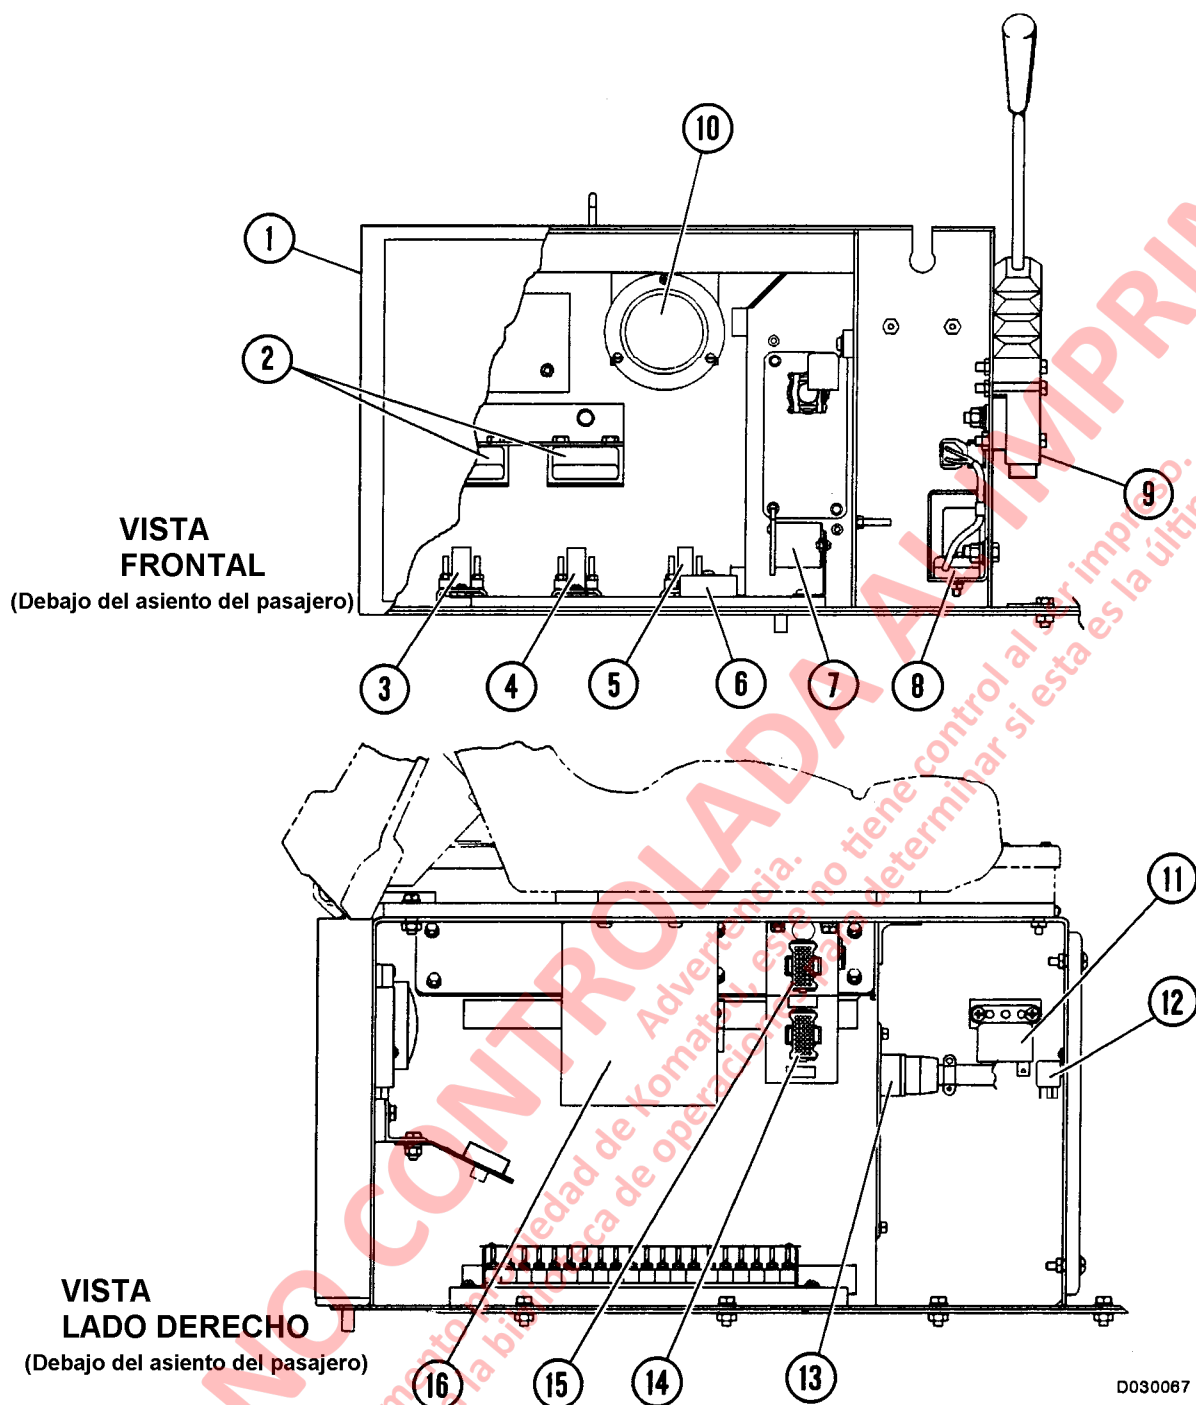

FIGURA 3-1 COMPARTIMIENTO EN LA BASE DEL ASIENTO DEL PASAJERO
Se accede a los componentes del sistema eléctrico de 24VDC que se muestran en la Figura 3-1 soltando la tapa en la base del asiento del pasajero e inclinando el asiento hacia adelante.
5. Coloque el interruptor de corte GF en la posición CUTOUT durante los procedimientos de prueba y análisis de fallas (ver Figura 3-1, página E3-2, Sistema de Propulsión, para la ubicación del interruptor).
El conjunto del diodo/resistor de las luces traseras RD1, RD2 (2, Figura 3-1) es un circuito diseñado para variar la intensidad de cada ampolleta de las luces de frenos traseras/detención.
El Dispositivo Indicador de Alarma (AID) (16, Figura 3-1) que se usa en camiones Haulpak es un dispositivo que está conectado en los circuitos de accesorios eléctricos para entregar al operador una indicación de advertencia de una falla. Este sistema consta de hasta ocho tarjetas impresas ubicadas debajo del asiento del pasajero en la cabina del operador. La cantidad real de tarjetas dependerá de las opciones instaladas en el camión.